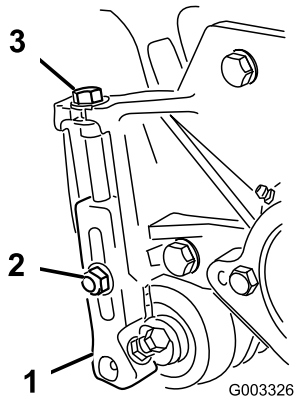

Figura 21
- 1. Afloje las contratuercas que fijan los brazos de altura de corte a las chapas laterales de la unidad de corte (Figura 21).